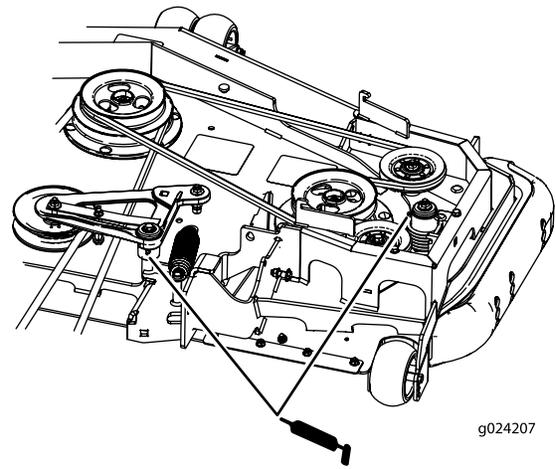

**Figure 52**
4. Graissez les bras de la poulie de tension de la courroie d'entraînement (Figure 52).